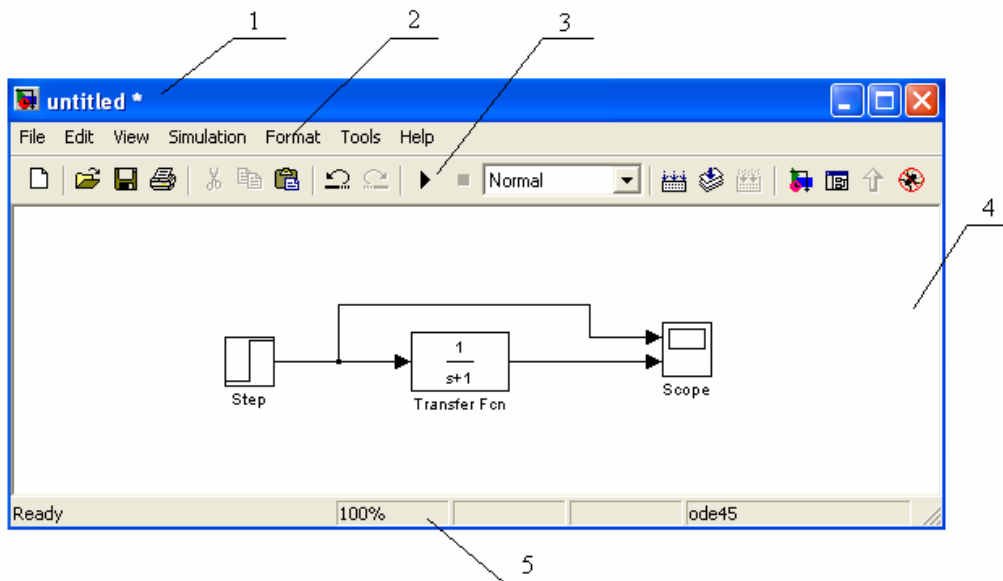

Рис.1.7 — Окно модели
4. После установки на схеме всех блоков из требуемых библиотек нужно выполнить соединение элементов схемы. Для соединения блоков необходимо указать курсором на “выход” блока, а затем, нажав и, не отпуская левую клавишу “мыши”, провести линию к входу другого блока. После чего отпустить клавишу. В случае правильного соединения изображение стрелки на входе блока изменяет цвет. Для создания точки разветвления в соединительной линии нужно подвести курсор к предполагаемому узлу и, нажав правую клавишу “мыши”, протянуть линию. Для удаления линии требуется выбрать линию, а затем нажать клавишу **Delete** на клавиатуре. Схема модели, в которой выполнены соединения между блоками, показана на рис. 1.7.
Окно модели содержит следующие элементы (см. рис. 1.7):